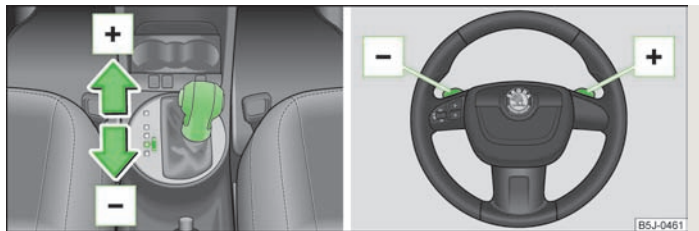

Fig. 87 Levier sélecteur et volant multifonction
- Donnez une impulsion sur le levier sélecteur vers l'avant  » fig. 87.
- Poussez le bouton à bascule de droite  » fig. 87 en direction du volant multifonction.
- Poussez le bouton à bascule de gauche  » fig. 87 en direction du volant multifonction.